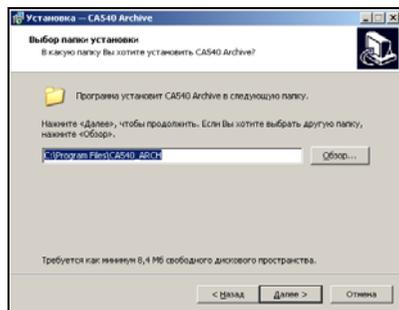

Рисунок 8.13
2) Определить место размещения ПО, для чего в окне (рисунок 8.13) следует либо согласиться с предлагаемой по умолчанию папкой C:\Program Files\Компаратор CA540_PC, либо выбрать другой вариант, щелкнув по кнопке **Обзор**. Для продолжения выполнения установки программы щелкнуть по кнопке **Далее**.